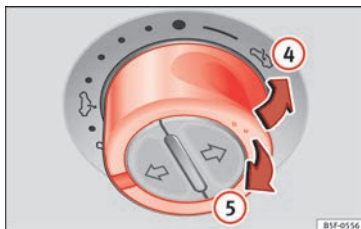

Fig. 12
- Levantar: pulse el conmutador hacia la posición » fig. 12 ④. Para una posición intermedia, mantenga el conmutador accionado hasta alcanzar la posición deseada.
- Bajar: tire el conmutador hacia la posición » fig. 12 ⑤. Para una posición intermedia, mantenga el conmutador accionado hasta alcanzar la posición deseada.